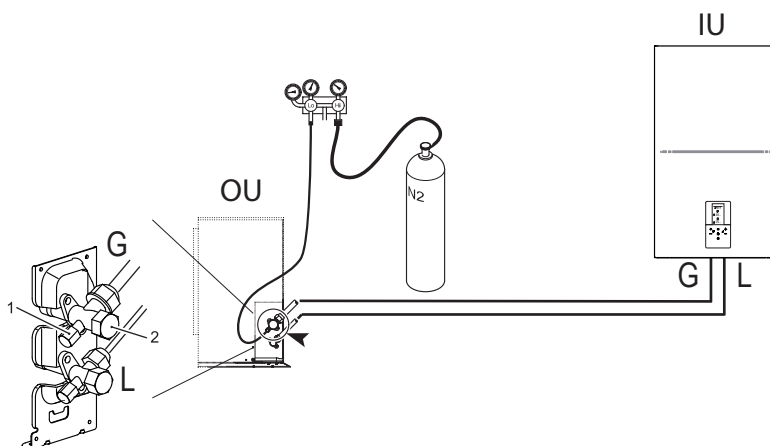

fig. 17 - Probă de etanșeitate la aer și detectare a scurgerilor
- Cu robinetele unității externe complet închise, scoateți capacul robinetului de service (piesa 1 - fig. 17) și racordul (piesa 2 - fig. 17) supapei de gaz (cea mai mare).